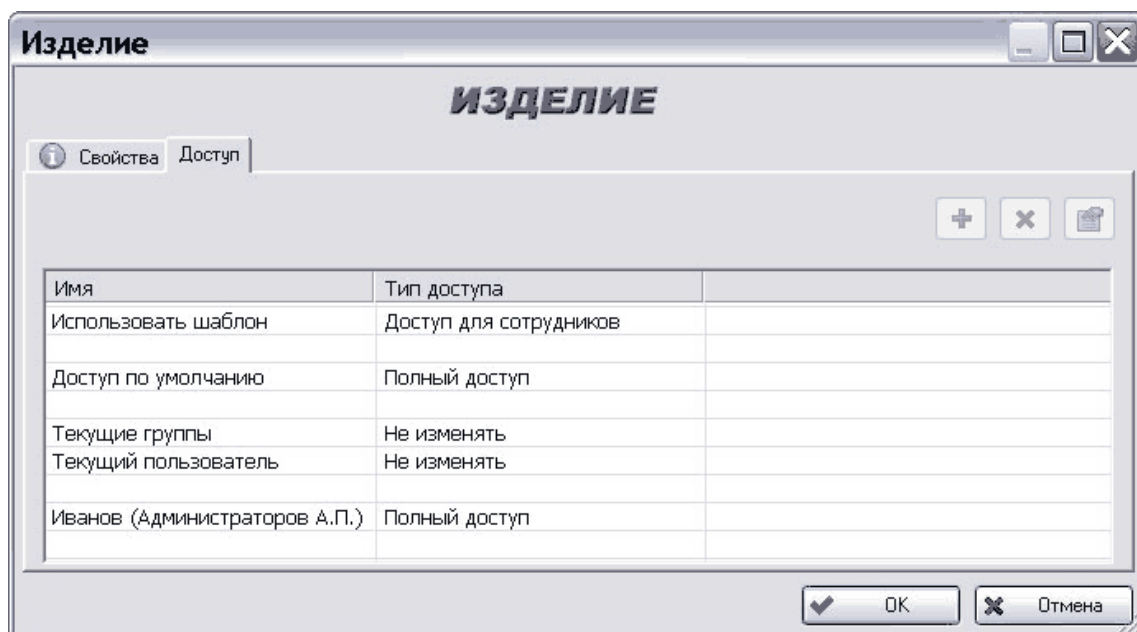

Рис. 34
4. Щелкните левой кнопкой мыши в любой области таблицы. После этого в таблице отобразятся сведения о доступе к документу, взятые из выбранного шаблона (Рис. 34).